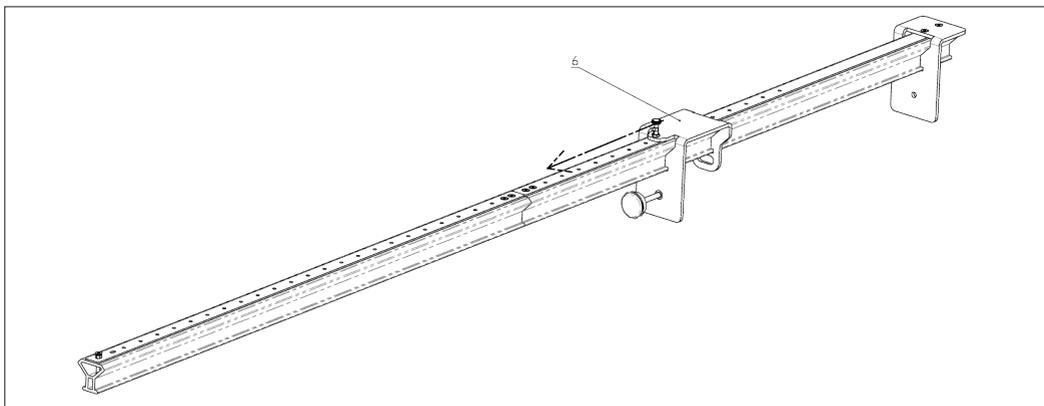

Fig. 12.
Spostare la piastra mobile **BSafe** verso aperture maggiori (6) [Fig. 12]